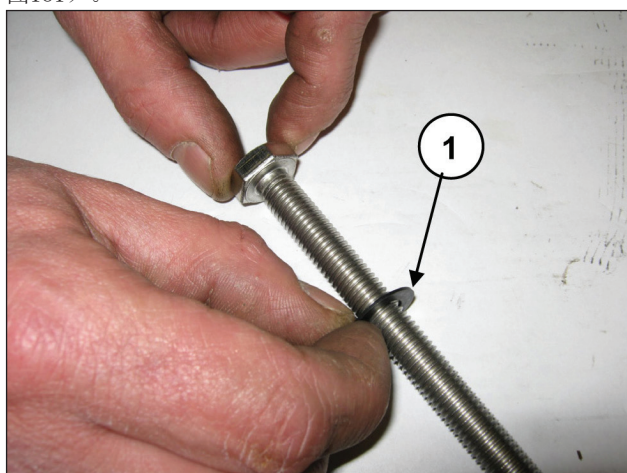

图181
将垫圈 $\varnothing 10 \times 18 \times 0.9$ 插入活塞固定螺丝 (部件号①, 图181)。